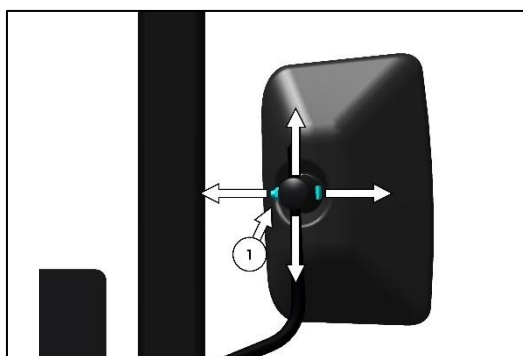

Fig. 146 – SPIEGEL VERSTELKNOP
2. Draai de stelknop (item 1 in Fig. 146) weer vast om de positie van de achteruitkijkspiegel te fixeren.